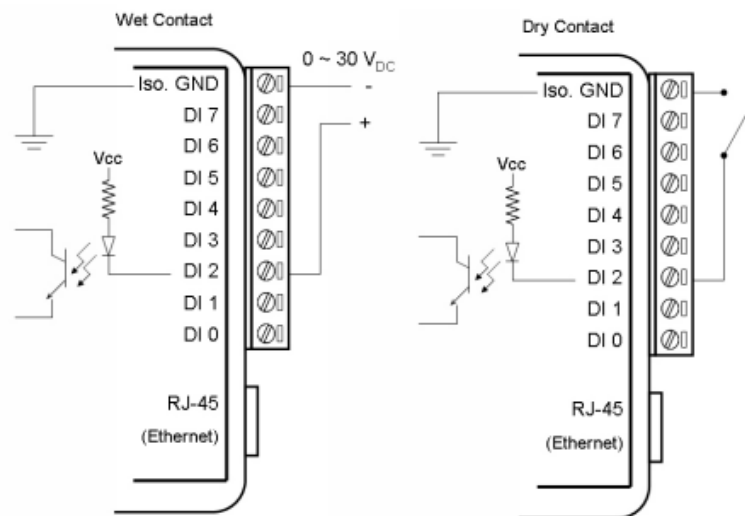
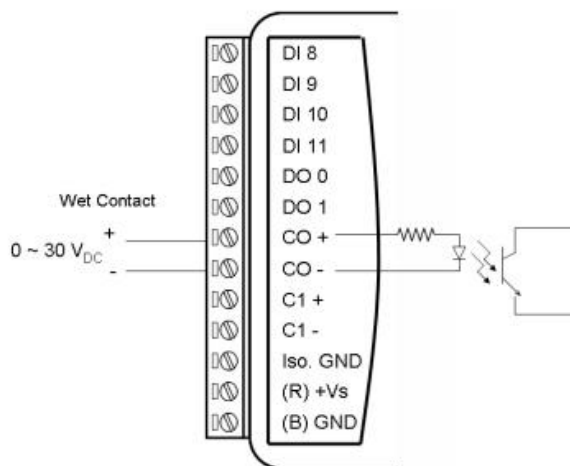

Рис. 3.2. Схема підключення вхідних дискретних сигналів до модуля ADAM-6051
Рис. 3.3. Схема підключення вхідних імпульсних сигналів до входів лічильників модуля ADAM-6051
Схеми підключення вхідних дискретних сигналів (сухий контакт, мокрий контакт) до модуля ADAM-6051 наведені на рис. 3.2; схема підключення вхідних імпульсних сигналів – на рис. 3.3. Слід зважати на те, що при підключенні застосовується «ізольована земля» (Iso.GND), а не спільна точка (G) джерела живлення.